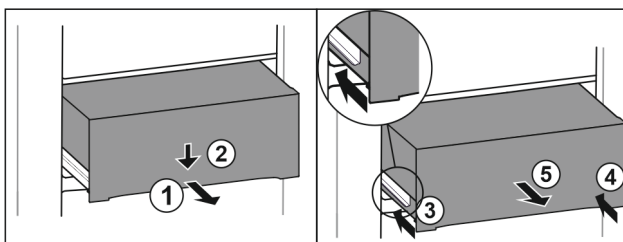

Fig. 128
- ▶ Изтеглете чекмеджето наполовина. Fig. 128 (1)
- ▶ Натиснете надолу чекмеджето от предната страна. Fig. 128 (2)
- ▶ Вкарайте лявата релса приблизително 2 см навътре. Fig. 128 (3)
- ▶ Вкарайте дясната релса приблизително 2 см навътре. Fig. 128 (4)
- ▶ Извадете чекмеджето напред. Fig. 128 (5)